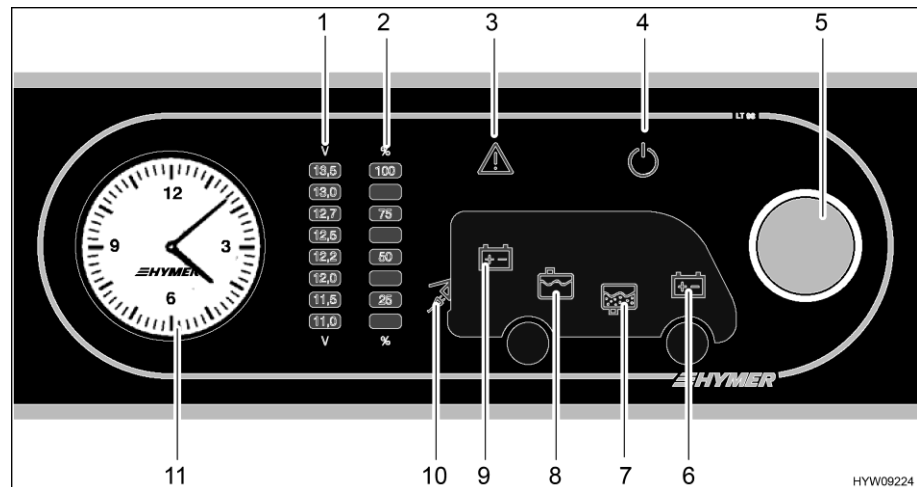

Bild 146 Panel (LT 98)
Der Drehtaster (Bild 146,5) schaltet das Panel und die 12-V-Versorgung des Wohnraums ein und aus.
- Einschalten:* ■ Den Drehtaster (Bild 146,5) drücken: Die 12-V-Versorgung des Wohnraums ist eingeschaltet. Die 12-V-Kontroll-Leuchte (Bild 146,4) leuchtet.
- Ausschalten:* ■ Den Drehtaster (Bild 146,5) drücken: Die 12-V-Versorgung des Wohnraums ist ausgeschaltet. Die 12-V-Kontroll-Leuchte (Bild 146,4) erlischt.
Über den Drehtaster (Bild 146,5) lässt sich sowohl die Spannung der Wohnraumbatterie als auch die Spannung der Starterbatterie abfragen. Die Spannung wird an der Anzeigeskala für Batteriespannung (Bild 146,1) angezeigt.
- Drehtaster (Bild 146,5) drehen, bis das Symbol der Batterie leuchtet, deren Spannung abgefragt werden soll.
Spannung der Wohnraumbatterie wird angezeigt (Bild 146,9)
Spannung der Starterbatterie wird angezeigt (Bild 146,6)
- Spannung an der Anzeigeskala Batteriespannung (Bild 146,1) ablesen. Die folgenden Tabellen helfen dabei, die angezeigte Batteriespannung richtig zu interpretieren.
Über den Drehtaster (Bild 146,5) lässt sich sowohl der Füllstand des Wassertanks als auch der Füllstand des Abwassertanks abfragen. Der Füllstand wird an der Anzeigeskala Tankfüllstand (Bild 146,2) angezeigt.
**Anzeigen:** ■ Drehtaster (Bild 146,5) drehen, bis das Symbol des Tanks leuchtet, dessen Füllstand abgefragt werden soll.
Füllstand des Wassertanks wird angezeigt (Bild 146,8)
Füllstand des Abwassertanks wird angezeigt (Bild 146,7)
■ Füllstand an der Anzeigeskala Tankfüllstand (Bild 146,2) ablesen.
Die Warnleuchte Alarm (Bild 146,3) blinkt, sobald festgelegte Grenzwerte überschritten oder unterschritten werden.
Die Warnleuchte Alarm (Bild 146,3) blinkt, sobald die Spannung der Batterie 11 V unterschreitet. Wenn die 12-V-Versorgung eingeschaltet ist, leuchtet zusätzlich das entsprechende Batteriesymbol (Bild 146,6 oder 9), und die Anzeige "11,0" auf der Anzeigeskala Batteriespannung (Bild 146,1) blinkt. Tiefentladung droht.
Die Warnleuchte Alarm (Bild 146,3) blinkt und das entsprechende Tanksymbol (Bild 146,7 oder 8) leuchtet, sobald der Wassertank leer oder der Abwassertank voll ist.
Die 230-V-Kontroll-Leuchte (Bild 146,10) leuchtet, wenn am Eingang des Elektrobloks Netzspannung vorhanden ist.